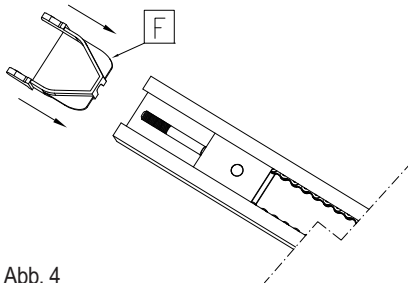

Abb. 4
- Das Detail F in die Führung stecken (Abb. 4)